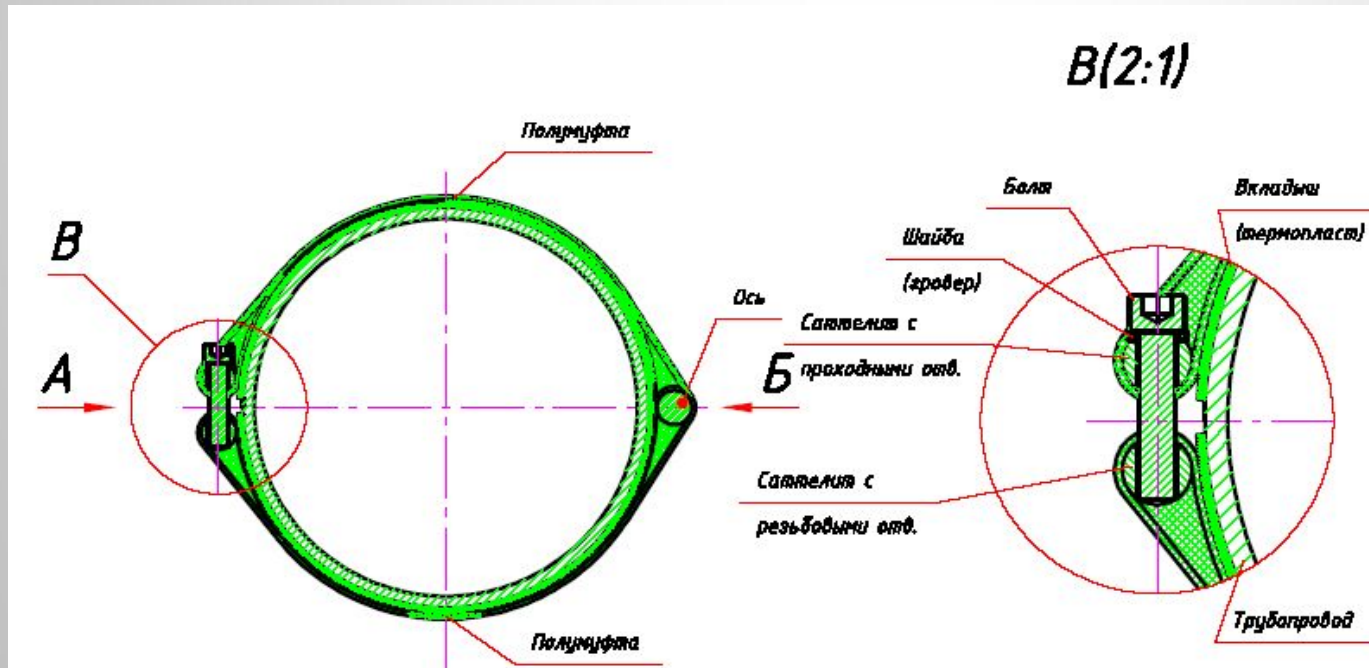

Рис.1. Внешняя оболочка УКМТ
- Внешняя оболочка УКМТ состоит из пластиковых изделий – полумуфт (рисунок 1 и 2). Крепление сборочных элементов обеспечивается болтовыми соединениями (рисунок 1, узел В).
Между внешней оболочкой УКМТ и поверхностью трубопровода размещается пластиковый вкладыш рис. 1, представляющий собой разомкнутое кольцо и предназначенный для исключения создания концентратора напряжений на усилении сварного шва.